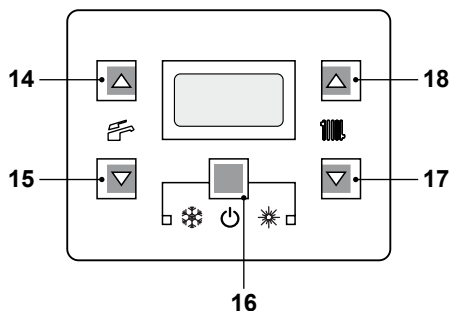
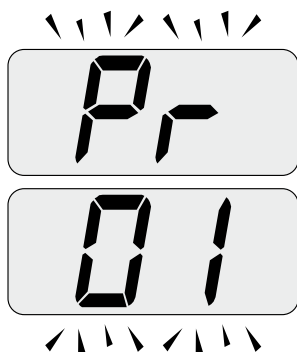
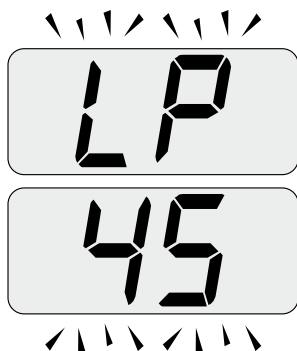
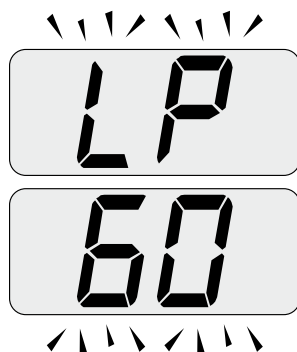

Figura 7.2
Figura 7.3
Figura 7.4
Figura 7.7
- Entre en la "modalidad de programación" pulsando simultáneamente durante 10 segundos los botones 16 - 17 - 18 (Figura 7.2) hasta que aparezcan en la pantalla LCD las letras **Pr** alternadas con el código 01, que indican la entrada en el "parámetro 01"(Figura 7.3).
- Pulse simultáneamente los botones 17 y 18 (Figura 7.2) hasta que aparezcan en la pantalla LCD las letras **LP** alternadas con el valor de temperatura del agua de calefacción (ej. **45**), que indican la entrada en la activación de la "función deshollinador" a la potencia mínima (Figura 7.4).
- Pulse el botón 17 (Figura 7.2) hasta que aparezcan en la pantalla LCD las letras **LP** alternadas con el valor de temperatura del agua de calefacción (ej.**60**), que indiquen la entrada en la activación de la "función deshollinador" a la potencia mínima para agua sanitaria (Figura 7.7).
- Apague la caldera manteniendo pulsado durante 2 segundos el botón 16 (Figura 7.2) hasta que aparezca en la pantalla LCD el símbolo **□□** (Figura 7.8).